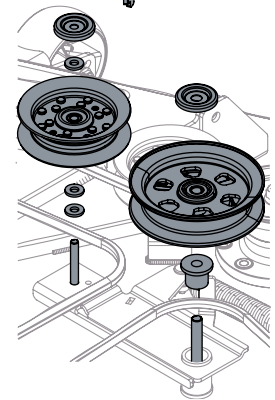

Figure 57
4. Pour retirer les deux poulies de tension, enlevez les écrous autobloquants supérieurs des poulies et retirez les poulies du bras de renvoi. Voir Figure 57.